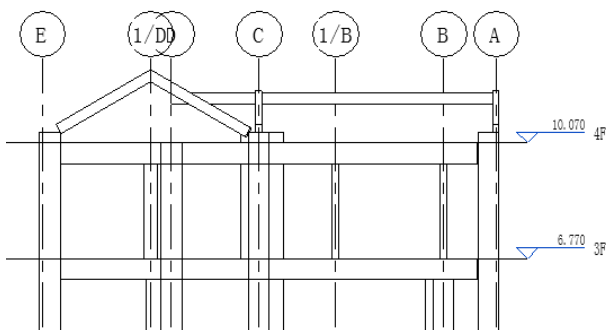

图 6-71 绘制水平梁
(13) 单击“结构”选项卡“结构”面板“梁”按钮，在“属性”选项板中选择“180×300mm”类型，在轴线 A 上适当位置绘制直到轴线 D 的水平梁，如图 6-71 所示。